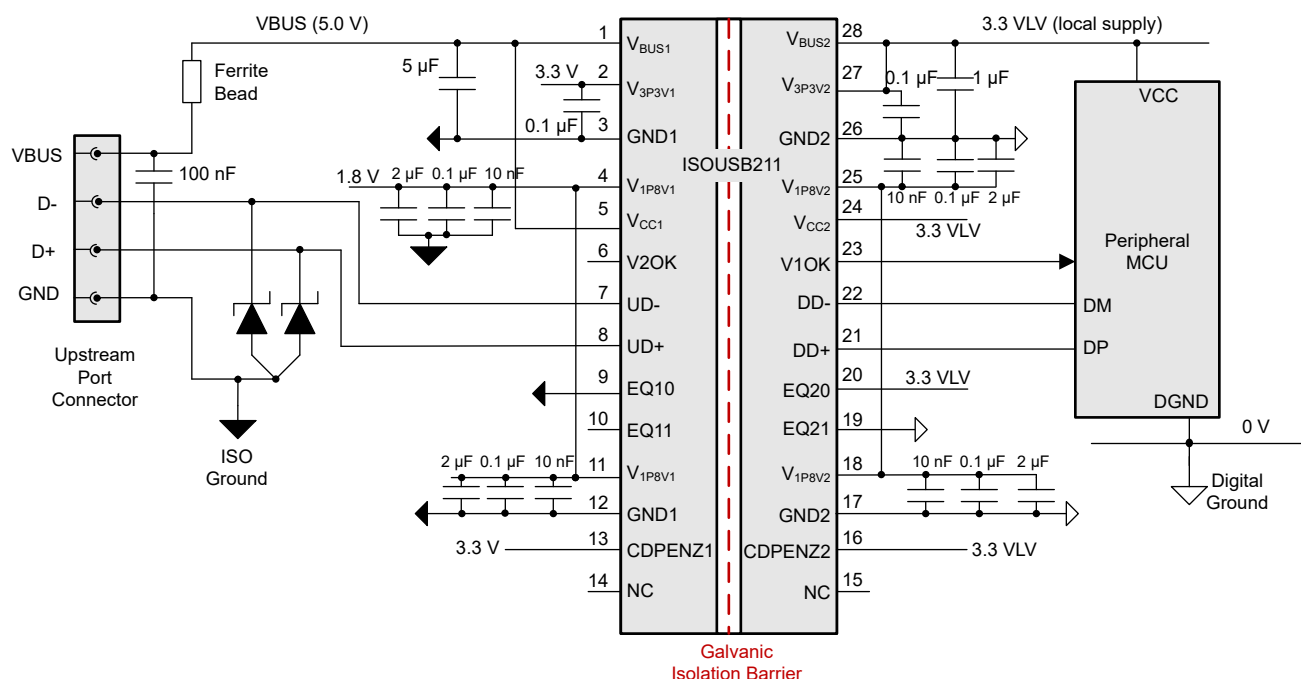
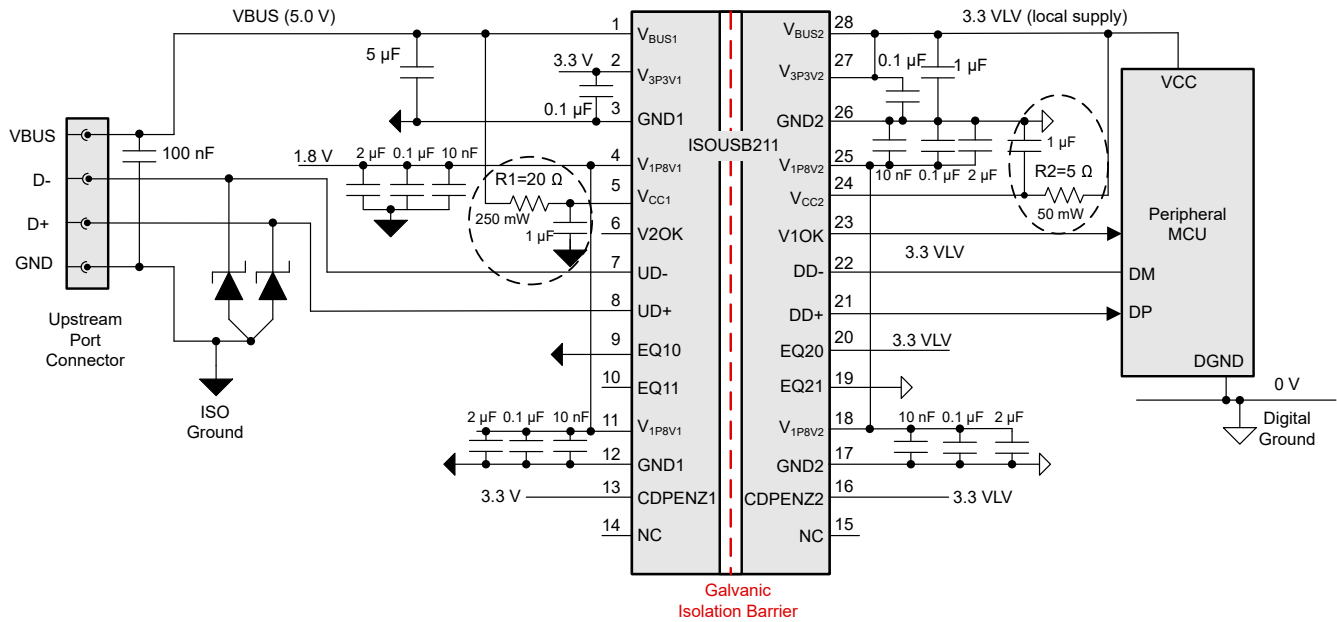

图 5-1. 在不使用外部 1.8V 电源的情况下使用 ISOUSB211
图 5-2. 在不使用外部 1.8V 电源的情况下使用 ISOUSB211 — V_{CCx} 引脚串联电阻器
- 如果没有外部 1.8V 电源，在 VCCx 引脚上添加串联电阻器可降低内部功耗（请参阅图 5-2），这对于成本敏感型应用非常实用。有关更多信息，请参阅 不使用外部 1.8V 电源供电运行。
- 在连接器侧，通常 USB 端口仅提供 5V VBUS，使用内部 LDO 是实用的选择，如图 5-1 所示。但是，此设计存在热限制（请参阅 不使用外部 1.8V 电源供电运行）。
该器件无需任何外部 1.8V 电源即可运行。在此配置中，内部 LDO 通过 VCC 引脚生成两根 1.8V 电源轨，因此无需专用的 1.8V 电源。图 5-1 显示了该配置。
不使用外部 1.8V 电源的情况下提升热性能的简单技巧：图 5-2 显示了智能配置，该配置在不使用外部 1.8V 电源的情况下，可帮助将环境温度范围扩大 10°C，即从 107°C (图 5-1 中) 提升至 117°C。通过在外部 3.3V 至 1.8V LDO (V1P8V2) 的连接中添加一个串联 5 Ω (50mW) 电阻器，以及在外部 5V 至内部 1.8V LDO (V1P8V1) 的连接
外部电阻器会降低电压并耗散功率，其有助于降低 ISOUSB211 内的功率损耗以及相应的温升。图 5-1 显示了内部功率耗散从 960mW 到 728mW 的净变化。该技术通过仅用两个电阻器替换两个外部直流/直流和 LDO，节省了系统成本，适用于需要优先考虑成本而不是尽可能减少功率耗散和扩大温度范围的应用。